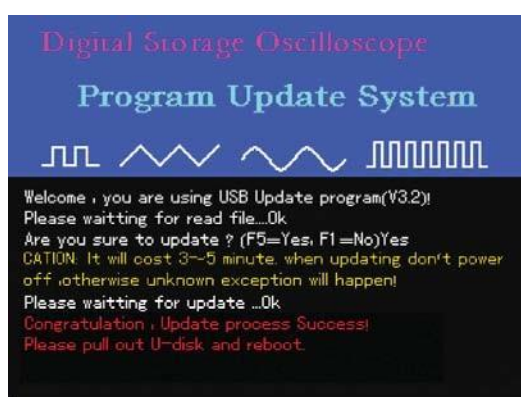

Abbildung 5-5
6. Wenn der Aktualisierungsfortschritt 100 % erreicht, wechselt die Anzeige zu OK, um den Erfolg der aktuellen Programmaktualisierung anzuzeigen. Es erscheint eine Aufforderung zur erfolgreichen Aktualisierung, wie in Abbildung 5-5 gezeigt: "Herzlichen Glückwunsch, Aktualisierungsprozess erfolgreich! Bitte ziehen Sie die U-Disk heraus und starten Sie neu."